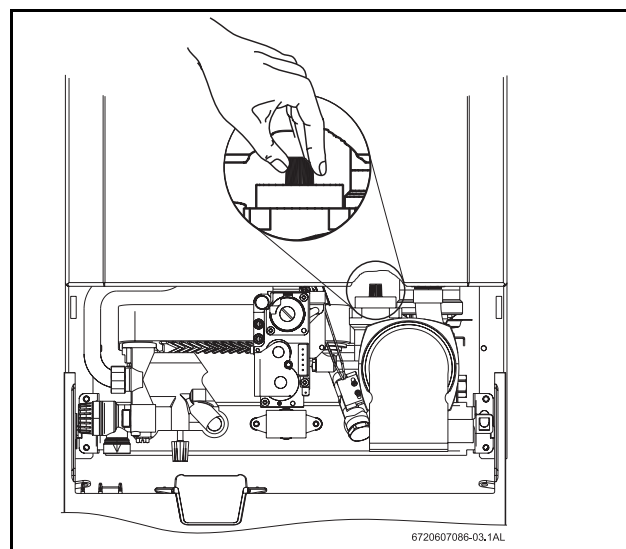

Fig. 13 Ouvrir la valve de purge
- Remplir l'installation à l'aide du robinet de remplissage (38).
- Pour purger l'appareil en utilisant le purgeur automatique, ouvrir le couvercle de la valve de purge (voir Fig. 13).